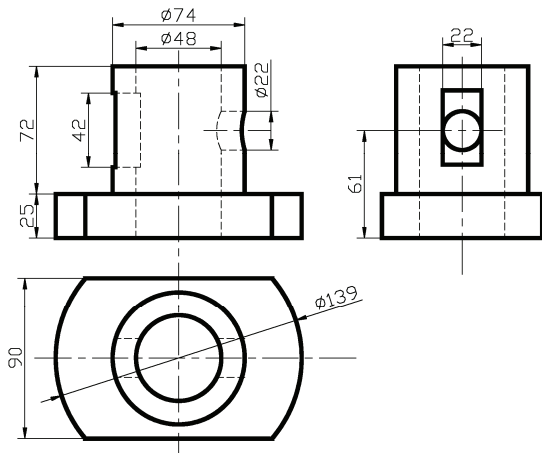

图 T6-1 三视图示例
- (1) 预习图 T6-1，思考绘制方法；
- (2) 复习构造线 XLINE、圆 CIRCLE、圆弧 ARC、直线 LINE 等绘图命令的使用方法；
- (3) 复习修剪 TRIM、删除 ERASE、复制 COPY、打断 BREAK 和偏移 OFFSET 等编辑命令的使用方法；
- (4) 复习图层 LAYER、图形极限 LIMITS 等命令的功能及操作方法;
- (5) 复习对象捕捉方式设定和使用方法。
绘制图 T6-1 所示的组合体三视图。
(1) 环境设置应该包括: 图纸界限、图层 (包括线型、颜色、线宽) 的设置。按照图 T6-1 所示的图形大小, 图纸界限设置成 A4 横放比较合适, 即  $297 \times 210$ 。图层至少应该包括用到的线型 (点划线层、粗实线层、虚线层和尺寸标注层, 本例不标注尺寸, 可以先不设)。
(2) 正确绘制本例所示图形关键在于充分利用辅助线或辅助圆保证三视图的对应关系。其中俯视图和左视图都可以根据尺寸直接绘制, 主视图中的图线的形状和位置必须根据俯视图和左视图来确定。在正交模式下, 从俯视图和左视图分别引垂直向上和水平向左的直线作为定位的辅助线, 利用辅助线可以确定图形中的结构尺寸, 圆柱部分中间方孔和圆孔产生的截交线必须通过辅助线进行绘制。一般绘制时分块进行, 如先绘制好底板的三个视图, 再绘制上方圆柱三视图, 而不是完全绘制好俯视图再绘制左视图或主视图。
参照图 T6-1, 修剪俯视图中的圆和偏移复制的直线。